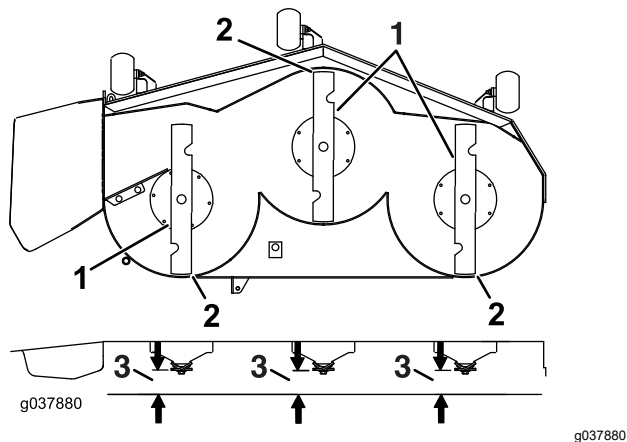

Figura 82
7. Verifique a nivelção da lâmina da frente para trás (**Figura 82**). Certifique-se de que a extremidade da lâmina dianteira é inferior à extremidade da lâmina traseira como se mostra na tabela da altura do calço e ancinho. Se necessitar de ajuste, continue com o procedimento.